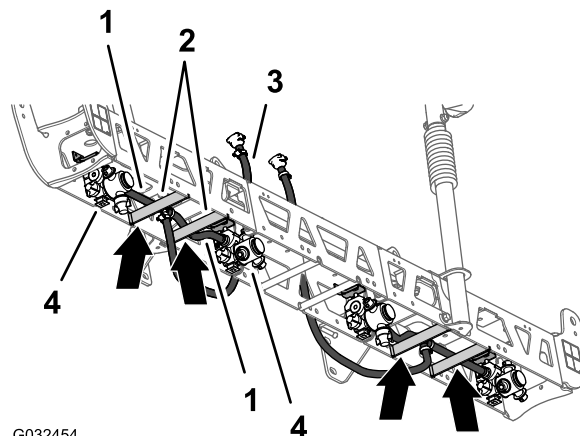
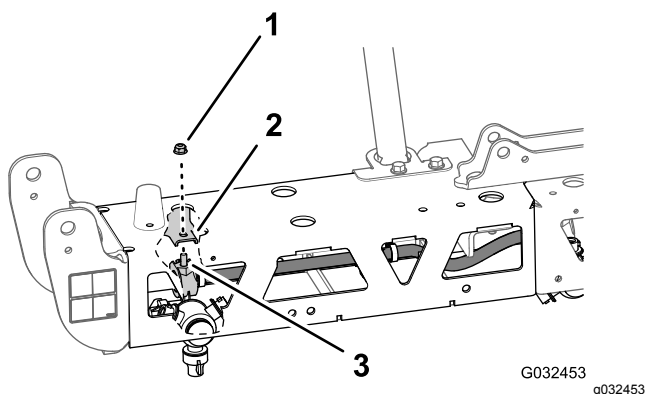

Рисунок 59
Рисунок 60
1. Проложите шланг диаметром 13 мм (10 дюймов) и сопла в сборе между скобами наружных ферм (Рисунок 59).
2. Проложите шланг и сопло над скобой фермы и наружу к наружному креплению сопла (Рисунок 59).
3. Вставьте болт с шестигранной головкой (5/16 x ¾ дюйма) распылительного сопла в отверстие крепления сопла и установите, не затягивая, сопло на крепление с помощью фланцевой контргайки (5/16 дюйма) из доводочного комплекта системы опрыскивания GeoLink (Рисунок 60).
4. Проложите другой шланг диаметром 13 мм (10 дюймов) и сопло в сборе между скобами наружных ферм (Рисунок 59).
5. Проложите шланг и сопло над скобой фермы и внутрь к внутреннему креплению сопла (Рисунок 59).
6. Вставьте болт с шестигранной головкой (5/16 x 3/4 дюйма) распылительного сопла в отверстие крепления сопла (Рисунок 60) и установите, не затягивая, сопло на крепление при помощи фланцевой контргайки (5/16 дюйма), снятой при выполнении пунктов 1 и 4 раздела Демонтаж распылительных сопел (страница 28).
8. Проложите шланг и соединитель типа «елочка» 13 x 810 мм (1/2 x 32 дюйма) к боковой части средней секции опрыскивателя при помощи левого и правого опорных кронштейнов (Рисунок 59).
9. Повторите действия, описанные в пунктах 1 – 8, для другого шланга подачи в сборе с соплом на другой наружной ферме (Рисунок 59 и Рисунок 60).